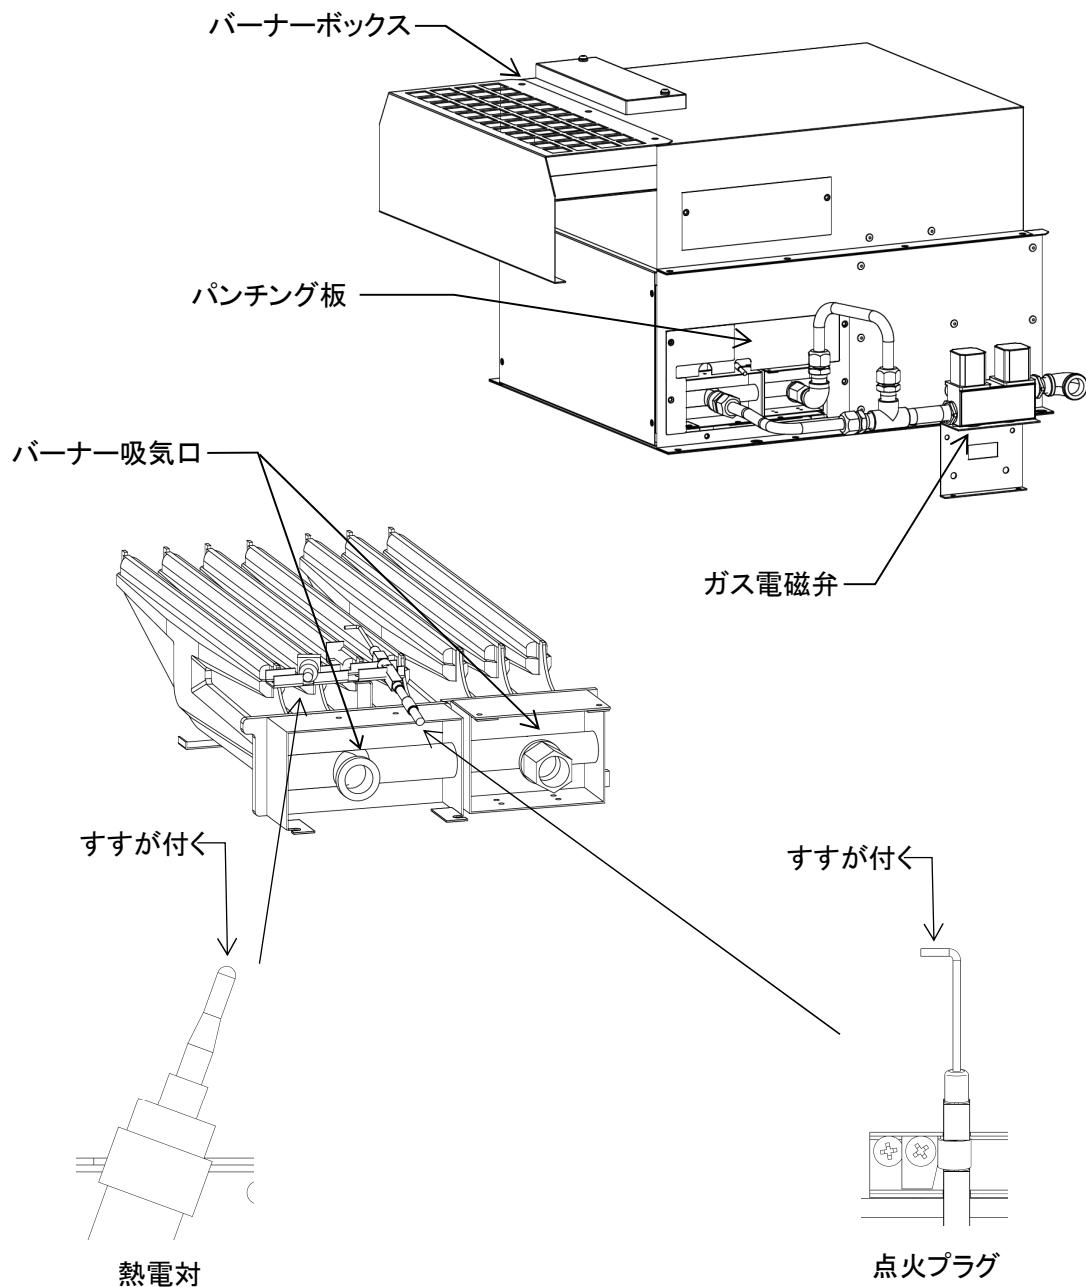

図 9-5
3) 点火プラグの点検(図 9-5)
4) 热電対の点検(図 9-5)